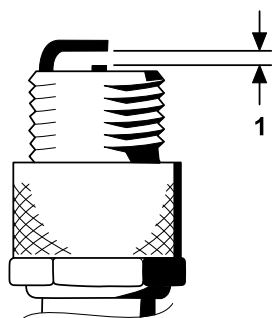

图 43
- 如 图 43 所示将中心电极与侧电极之间的空隙设置为 0.76mm。